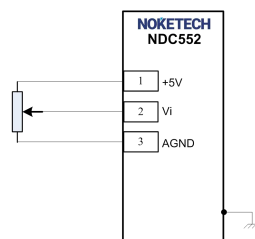

图 3 用外部电位器设置速度接线示意图
2、SW1 为 ‘off’ 时，驱动器的运行速度由外部电位器来设置，速度设置范围为 0rpm~900rpm，具体接线方式如图 3 所示。